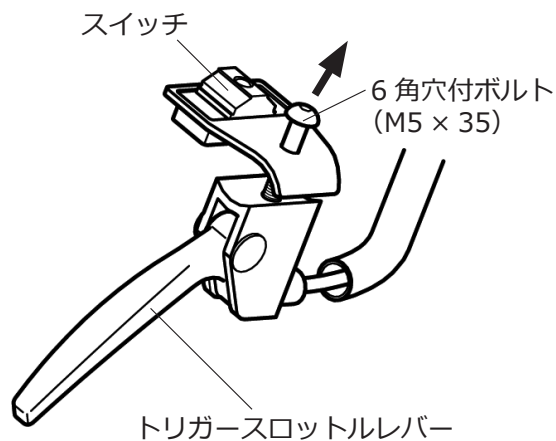

図4
- ④ 六角棒スパナでトリガースロットルレバーとスイッチに仮止めされている六角穴付ボルトを外してください。(図4)